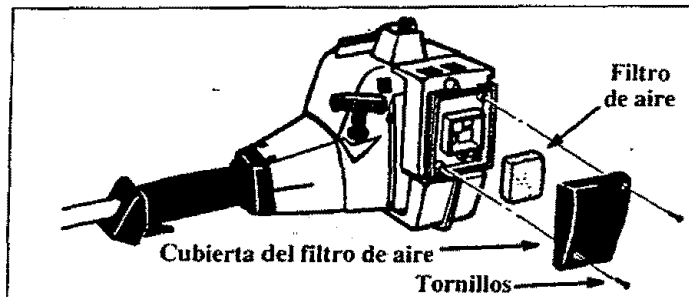

Figura 19
- a. Afloje los dos tornillos en la cubierta del filtro de aire. Saque la cubierta del filtro de aire. Figura 19.
- b. Saque el filtro de aire fuera de la cubierta. Figura 19.